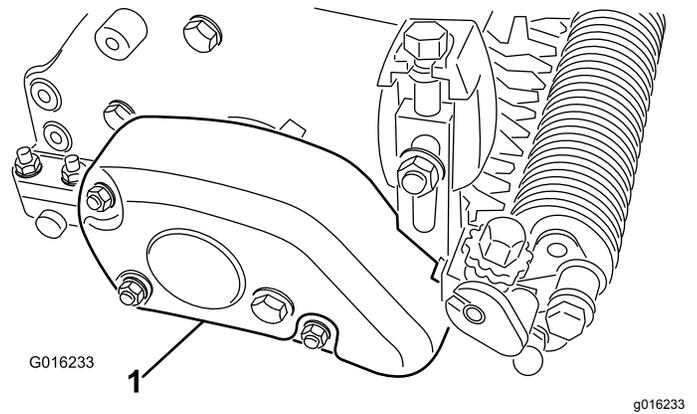

Figura 18
37. Monte la cubierta de la correa en la carcasa del groomer con 3 contratruercas (**Figura 18**).